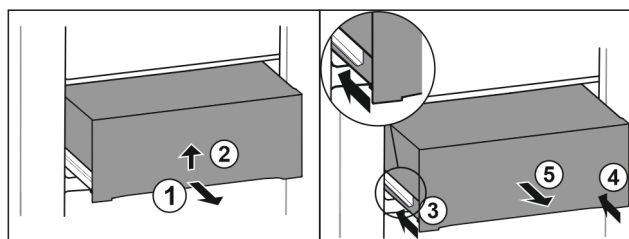

Fig. 32
- ▶ Dra ut utdragslåda till hälften. Fig. 32 (1)
- ▶ Lyft upp facket underifrån. Fig. 32 (2)
- ▶ Skjut in vänster skena. Fig. 32 (3)
- ▶ Skjut in höger skena. Fig. 32 (4)
- ▶ Ta ut utdragslåda genom att dra den framåt. Fig. 32 (5)